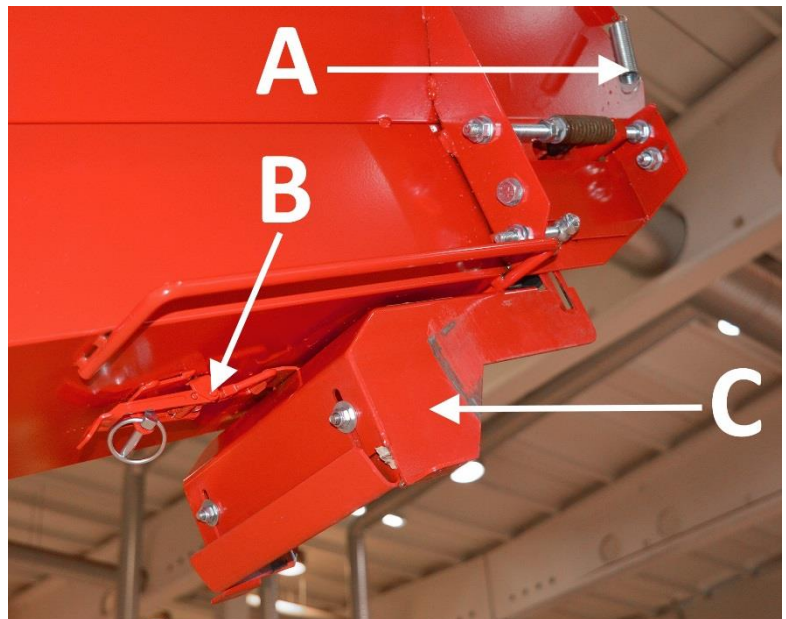

Bild 26a
1. Lossa den ena änden av fjäder A (i bild 26a, 2 st) från separationsplattan C.
2. Vrid plattan C till det nedre läget, som visas i bild 26a.
3. Lås den i det nedre läget med lås B (i bild 26a).